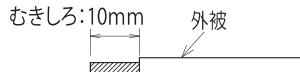

図3
- ・接続に使用する線のむきしろは10mmで芯線が差し込み穴からはみ出ないようにしてください。（図3参照）